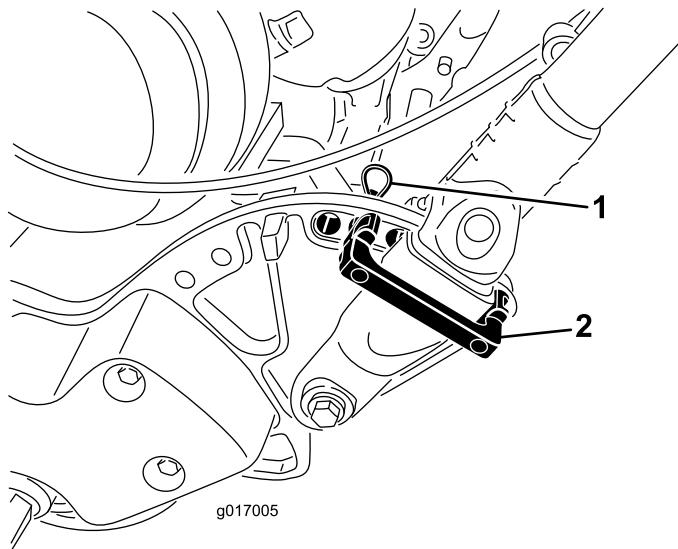

Bild 6
1. Stützen Sie den Griff ab und nehmen Sie gleichzeitig die Kabelbinden ab, mit denen die Griffklemmen an den Seitenplatten befestigt sind (Bild 6).
- 2. Drehen Sie den Griff in die gewünschte Einsatzposition; setzen Sie eine Griffbefestigung über die Griffklemmen und in die entsprechenden Löcher in der Seitenplatte ein (Bild 6).
- 3. Arretieren Sie die Klemme mit einem Splint (Bild 6).